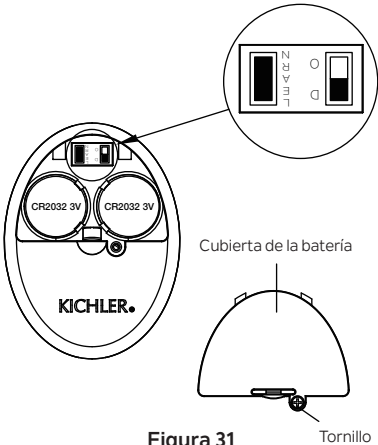

Figura 31
De lo contrario, el control remoto no funcionará. Para realizar este proceso manualmente, siga los pasos a continuación: Después de instalar y cablear la unidad, restaure la energía a su ventilador, presione y mantenga presionada la tecla LEARN (Aprender) durante 1-3 segundos, el ventilador se encenderá a velocidad media y la luz (si está instalada) se encenderá. Esto confirma que se ha completado el proceso de aprendizaje. Esta operación debe completarse dentro de los 30 segundos después de restaurar la energía al ventilador. (Figura 31)
NOTA: Asegúrese de que el interruptor deslizante en el compartimiento de la batería marcado “D O” esté en la posición “D”. (Figura 31)
Paso 4. Vuelva a colocar la cubierta de la batería y apriete con un destornillador. (Figura 31)